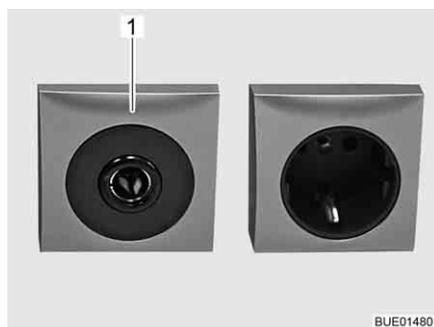

Fig. 164 Caja de enchufe de 12 V/10 A
- ▷ Conectar únicamente aparatos con máximamente 10 A a las cajas de enchufe (Fig. 164,1) de la red de a bordo de 12 V.